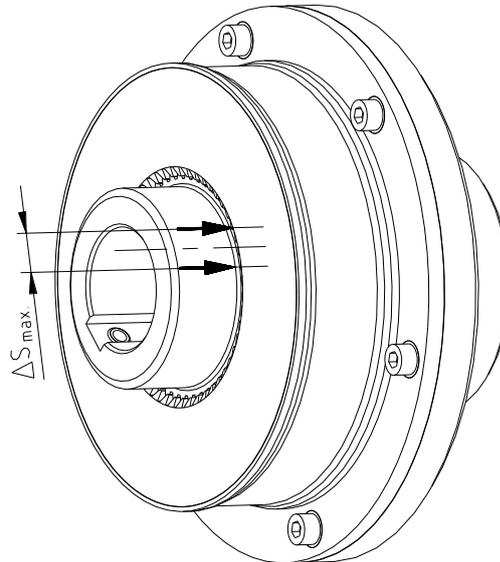

Bild 25: Kennzeichnung des Elastomerteils und der Nabe
- Kennzeichnung an Elastomerteil und Nabe anbringen (siehe Bild 25).